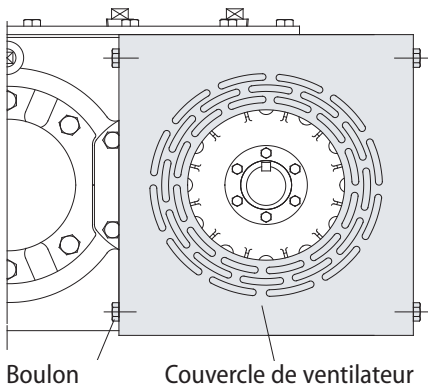

Fig. 3
1. Enlever les boulons puis le couvercle du ventilateur (fig. 3).
5. Monter le couvercle du ventilateur sur l'appui et le fixer avec les boulons (fig. 3).